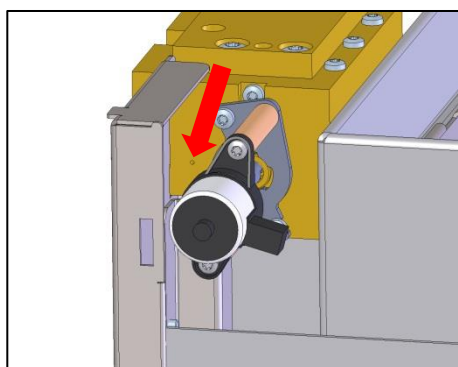

Fig. 52: Apertura llenado posterior nivel llenado
- Introducir agua del grifo en la cantidad de llenado posterior calculada a través de la apertura lateral de la válvula de inversión (→ Fig. 52) lentamente mediante una jeringa.